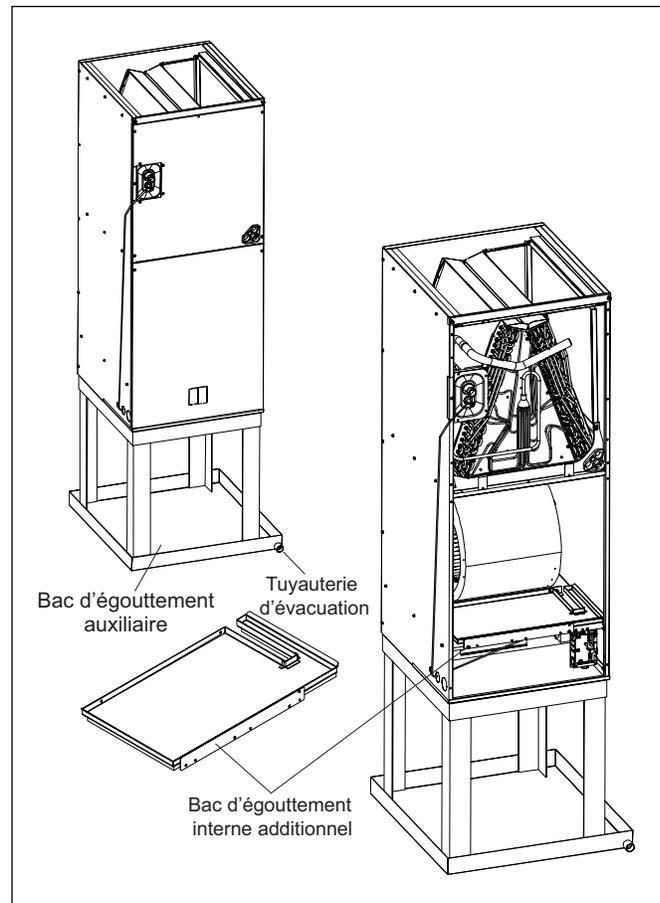

Figure 6 Installation à courant descendant vertical
- Il est recommandé d'ajouter un bac d'égouttement intérieur additionnel aux utilisations verticales en courant descendant de 4 et 5 tonnes dans un environnement à humidité élevée. Ce bac additionnel peut être commandé du fabricant en tant que pièce de rechange réf. 8733953539. Consultez la figure 6.